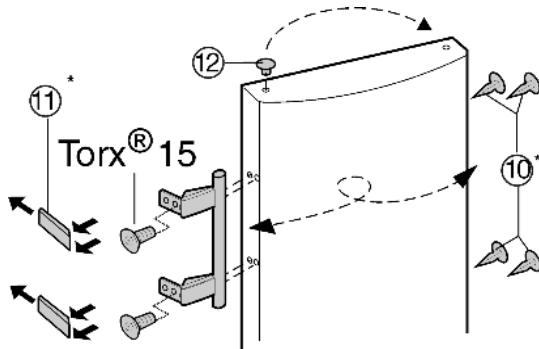

Fig. 9
- ▶ Trň Fig. 9 (12) z ložiskového puzdra dverí vyberte a premiestnite.
- ▶ Držadlo dverí, trň Fig. 9 (10) a prítlačné platničky Fig. 9 (11) odmontujte a premiestnite na opačnú stranu.